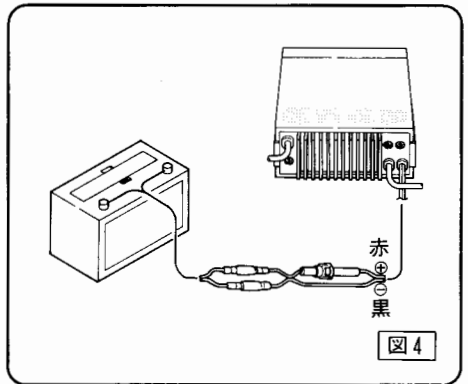

図4
- ① C6000、C6000S への電源供給は、自動車のバッテリーより行います。
- ② 自動車のバッテリーとC6000、C6000Sとの接続は、C6000、C6000S に付属されている2.0mの電源コードを使用し、図4のように行ってください。